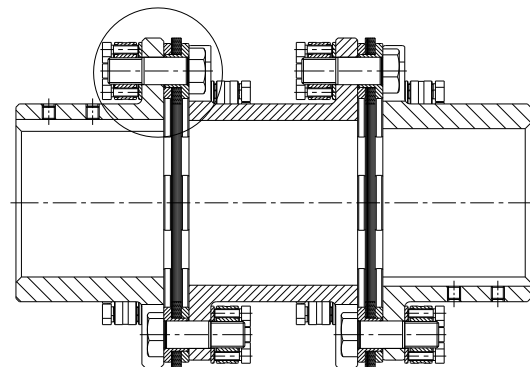

Bild 28: Montering av lamellpaket, RADEX®-N storlekar 136 - 336 och 138 - 338
- Sätt i lamellpaket och mellanstycke (se bild 28). Vid typ NN motsvarande 1 lamellpaket (mellanstycke bortfaller).
- Skruva först fast delarna endast med handkraft, varvid passskruvarna skall monteras växelvis (se bild 28). Vid storlek 156 och 158 skall en distansbricka användas under skruvhuvudet.